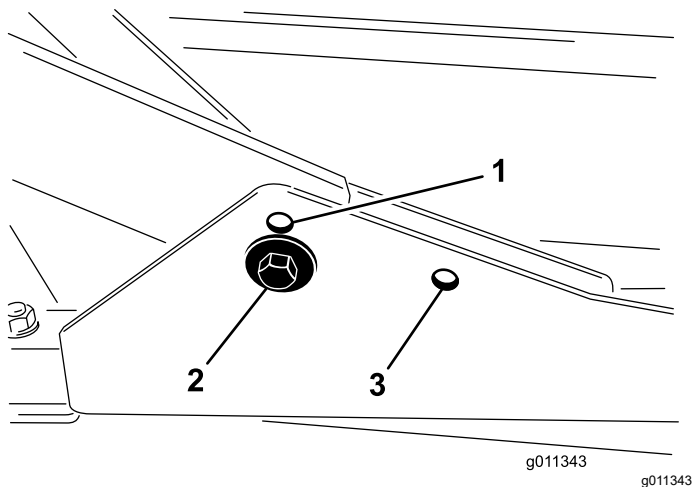

Figura 7
- Per altezze di taglio comprese tra 2,0 e 7,6 cm, montate i telai portanti anteriori nei fori di montaggio anteriori inferiori (Figura 7).
- Per altezze di taglio comprese tra 6,3 e 10 cm, montate i telai portanti anteriori nei fori di montaggio anteriori superiori (Figura 7).
Per tutte le altezze di taglio, montate l'apparato di taglio posteriore nei fori di montaggio posteriori (Figura 7).